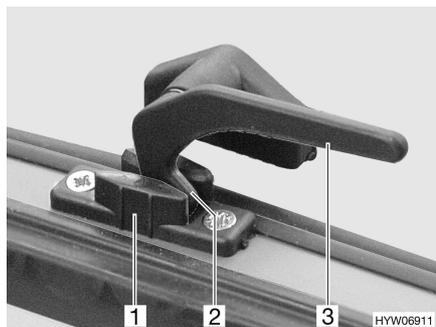

Bild 29 Verriegelungshebel in Stellung "Dauerbelüftung"
- in Stellung "Dauerbelüftung" (Bild 29)
- Den Verriegelungshebel (Bild 29,3) eine viertel Umdrehung zur Fenstermitte hin drehen.
- Den Verriegelungshebel wieder zurückdrehen. Die Verriegelungsnase (Bild 29,2) dabei in die Aussparung der Fensterverriegelung (Bild 29,1) einfahren.